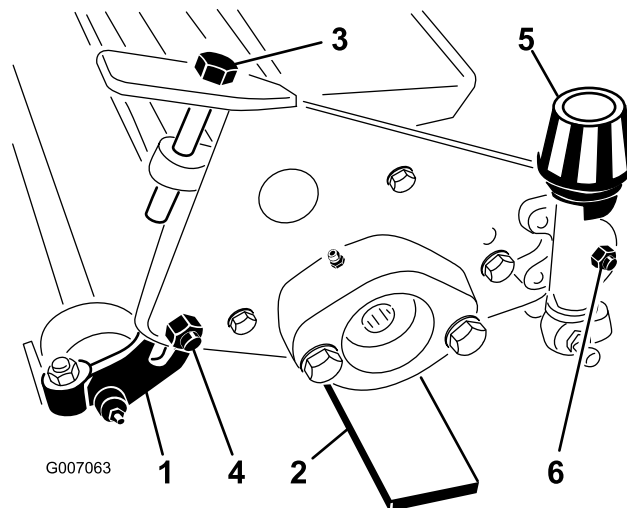

Figura 2
2. Allentare i (2) dadi di bloccaggio sui bulloni a testa tonda fissando le staffe delle ruote posteriori sul telaio dell'elemento antifeltro (Figura 2).
4. Ruotare i viti di regolazione a testa cilindrica su ciascuna estremità del dispositivo antifeltro in modo che le staffe delle ruote posteriori si sollevino alla massima posizione "su" (Figura 2). Poggiare le ruote
1. Barra di misura (4)
3. Tenendo entrambe le ruote posteriori a contatto con la superficie piana, allentare entrambi i dadi di bloccaggio della manopola dell'altezza di taglio. Ruotare le manopole dell'altezza di taglio finché entrambe le estremità del rullo anteriore non entrano in contatto con la superficie piana. Verificare il contatto mediante un pezzo di carta controllando ciascuna estremità del rullo. Serrare nuovamente entrambi i dadi di bloccaggio della manopola dell'altezza di taglio (Figura 2).